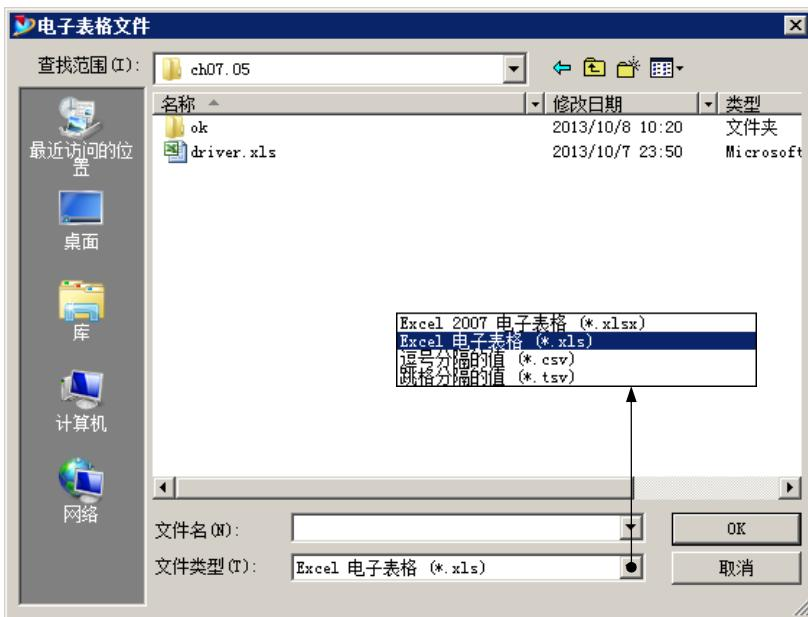

图 7.5.6 “电子表格文件”对话框
(2) 单击“解算方案”对话框中的**确定**按钮，系统弹出“电子表格文件”对话框，在该对话框的**文件类型(T):**下拉列表中选择**Excel 电子表格 (\*.xls)**选项，如图7.5.6所示，然后选择对应目录中的文件“driver.xls”，单击**OK**按钮，系统弹出“电子表格驱动”对话框。